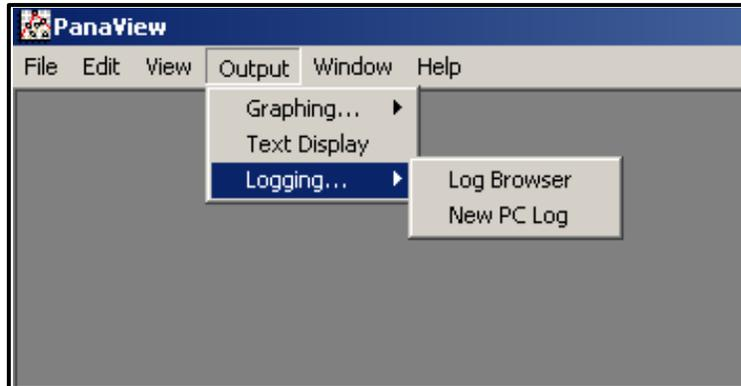

Figura 24: Navegador de Registro en la Opción de Registro
1. Desde PanaView, haga clic en la opción *Registro* del menú *Output (Salida)*. A continuación, haga clic en la opción *Log Browser (Navegador de registros)*, como se muestra en la Figura 24.